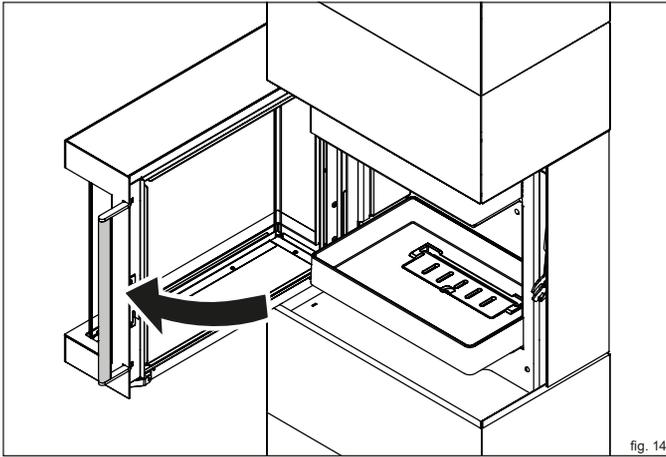

fig. 14
- ▶ **Aprire lo sportello della camera di combustione (fig. 14).**
- ▶ Aprire lo sportello della camera di combustione (fig. 14).